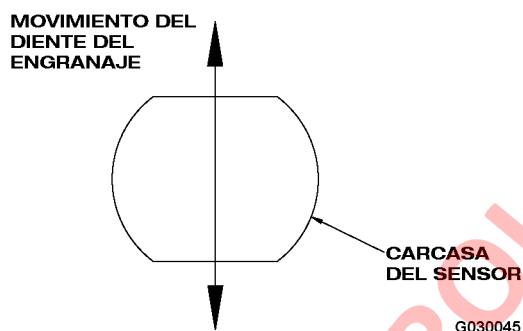

FIGURA 3-9. AJUSTE DEL SENSOR DE VELOCIDAD
- Gire el sensor hasta que la punta haga contacto con el diente del engranaje. Luego, gire el sensor hasta que la parte plana de su carcasa sensor esté perpendicular al movimiento del diente del engranaje (vea la Figura 3-9). La holgura entre la punta del sensor y el diente del engranaje debe ser de $2,0 \pm 0,1 \text{ mm}$ ($0,079 \pm 0,004 \text{ in}$).